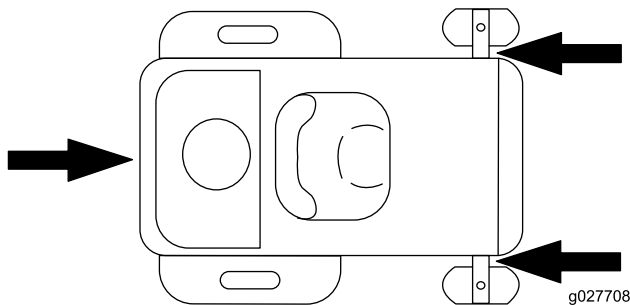

Figura 18
5. Amarre la máquina junto a las ruedas giratorias delanteras y el guardabarros trasero (Figura 18).